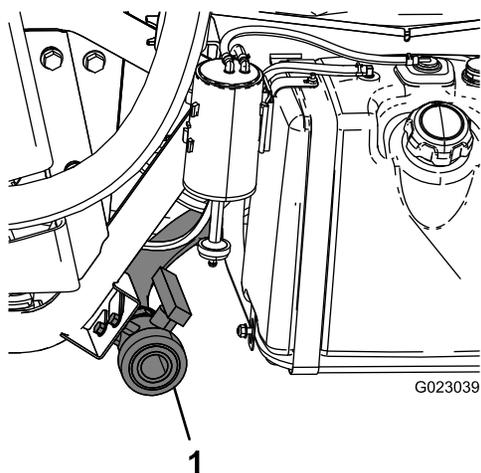

Рисунок 15
2. Найдите сливной кран с левой стороны машины (Рисунок 15).
4. Откройте кран, чтобы слить любой неиспользованный материал из бака и удалить его в отходы в соответствии с местными нормами и инструкциями изготовителя материала (Рисунок 15).
5. Когда бак будет полностью опорожнен, закройте сливной кран и установите его на кронштейн (Рисунок 15).